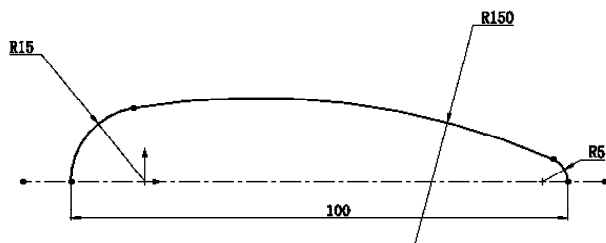

图 9-101 绘制草图
2) 绘制草图。在左侧 FeatureManager 设计树中用鼠标选择“前视基准面”，作为绘制图形的基准面；单击“草图”控制面板中的（中心线）按钮和（三点圆弧）按钮，绘制如图 9-101 所示的草图并标注尺寸。
3) 旋转曲面。单击“曲面”控制面板中的 (旋转曲面) 按钮, 系统弹出图 9-102 所示的“曲面-旋转”属性管理器。在“旋转轴”下的列表框中, 用鼠标选择图 9-101 中所示的水平中心线, 输入旋转角度为“180°”。单击属性管理器中的 (确定) 按钮, 结果如图 9-103 所示。